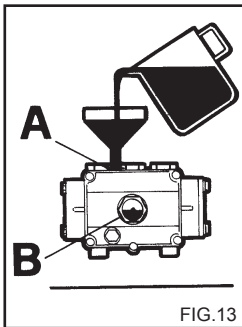

FIG.13
- 4) Atarraxe a tampa de descarga e introduza o óleo pelo orifício superior (fig. 13) até que alcance o nível indicado no visor (fig. 13B).